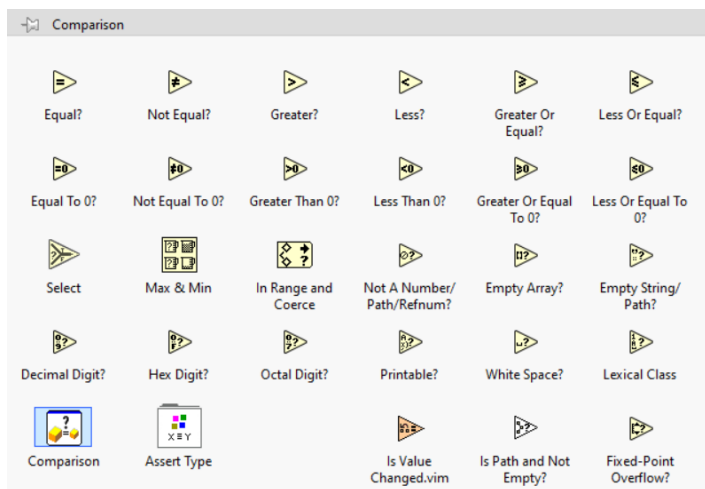

Рис. 9.
8. Після з'єднання об'єктів управління з відповідними входами Formula Node і відповідні виходи з індикаторами необхідно задати кількість ітерацій $N = 1000$ (правою кнопкою миші на знаку ітерацій «N» Create constant) і використовуючи функцію Equal? підпалітри Comparison палітри Programming задати відповідну умову зупинки циклу While, як показано на рис. 9.